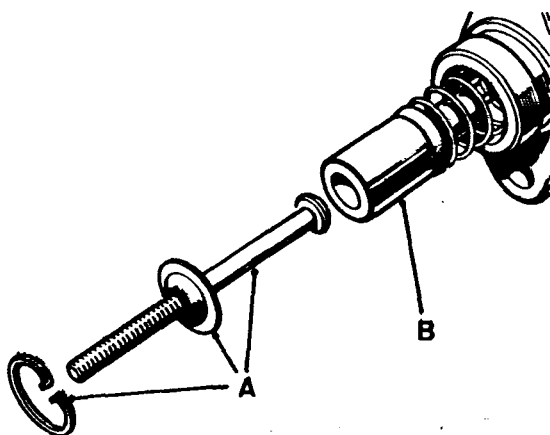

Fig. B2-15 - Varilla de empuje y retén.
- e) El émbolo se introducirá en el retén del muelle y se fijará con la lengüeta elástica que actúa de fiador. Se cubrirá el émbolo con grasa de caucho y se montará el conjunto introduciendo primero el extremo correspondiente a la válvula en el cilindro principal. Se instalará la varilla de empuje, con la arandela y arillo fiador (fig. B2-15).